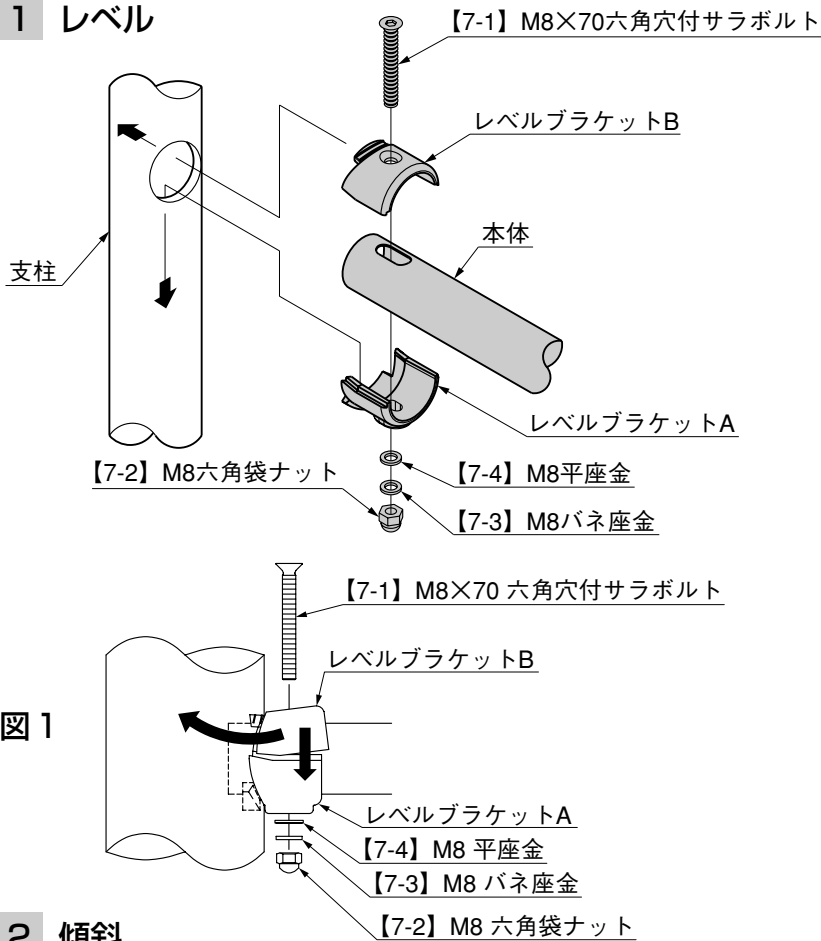

図 1
- ❶ 本体取付孔が通りを向くように柱を立てて下さい。
- ❷ レベル・通りを出し、コンクリートを十分に硬化させて下さい。
- ❸ レベルブラケットAを柱の本体取付孔に引っかけて下さい。
- ❹ レベルブラケットAに本体をのせて下さい。このとき、柱の中に本体が必ずのみ込まれるようにして下さい。
- ❺ レベルブラケットBを図1のように取付け、【7-1】、【7-2】、【7-3】、【7-4】で締め付けて下さい。